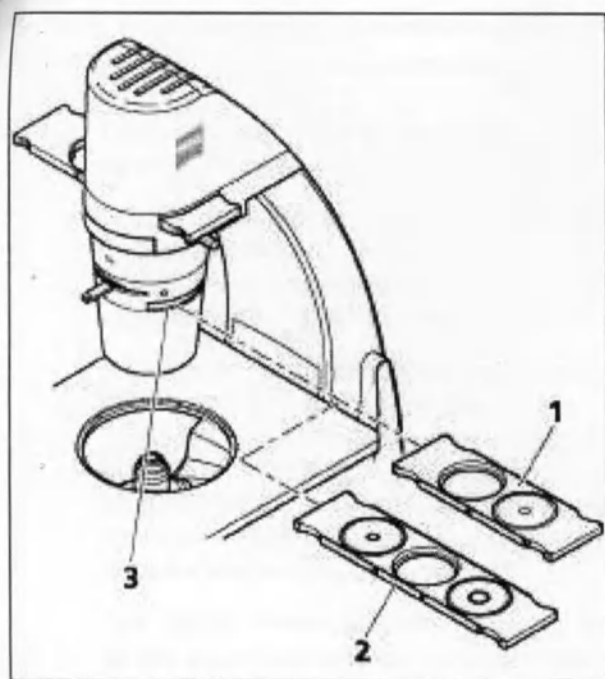

Рис. 6 Установка задвижки для фазового контраста
Задвижка Ph, 2-поз. (рис. 6/1) или задвижка Ph, 3-поз. (рис. 6/2) поставляются укомплектованными кольцевыми диафрагмами для фазового контраста.
- Вдвиньте задвижку Ph (рис. 6/1 или 2) справа или слева надписью вверх в соответствующее отверстие на конденсоре (рис. 6/3) и зафиксируйте в нужном положении.